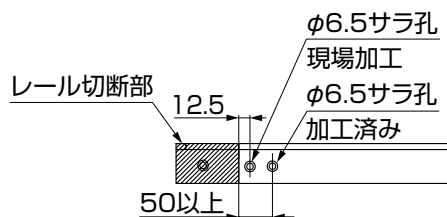

図10-12
- ④ レール切断部から加工済みの孔まで50mm以上の場合は、図を参照して、孔を追加加工してください。(図10-12、図10-13参照)
(5) サイドレール幅寸法